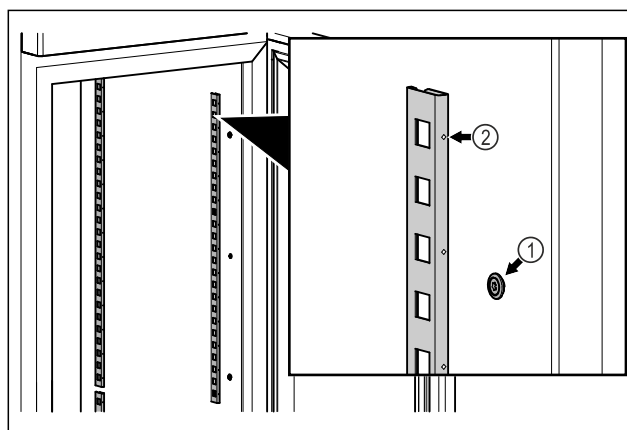

Fig. 58 Primjer izgleda
- ▶ Zakvačite letvice u ovjes Fig. 58 (1). Oznaka Fig. 58 (2) mora biti okrenuta prema naprijed.